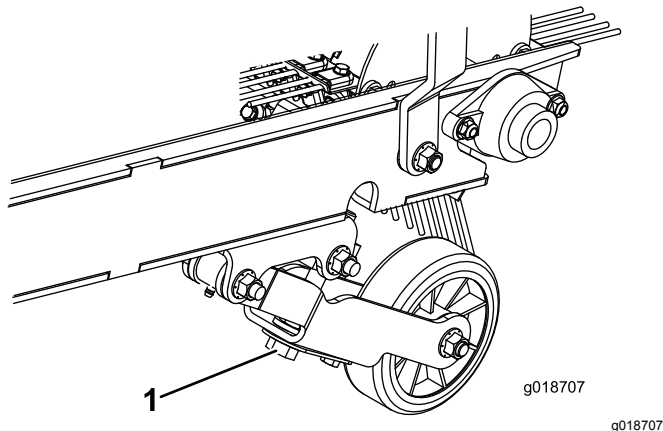

図 10
2. レーキが芝草の上部にわずかに接触するように、深さ調整ボルトを回転させて調整する。ブルームの場合には、レーキの場合よりも少しだけ深い調整ブラシの先端がターフにややはっきりと接触する程度に調整する。具体的には、ブルームを回転させたときにブルームを横から見て、ブルームとターフとの接触幅が 25mm 程度になっているようにする **図 10**。